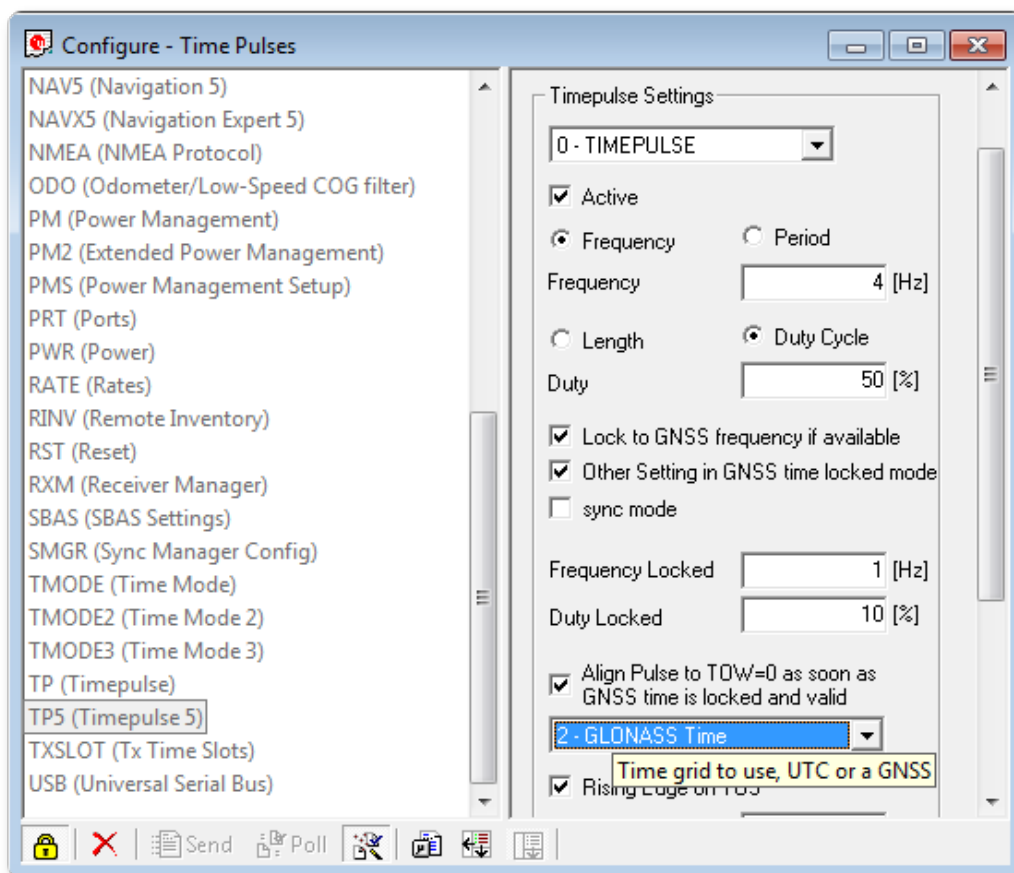

Рис. 41. u-center - выбор временной сетки (Time grid to use)
9. Далее выберите из списка параметров «TP5 (Timepulse 5)» (см. рис. 41).